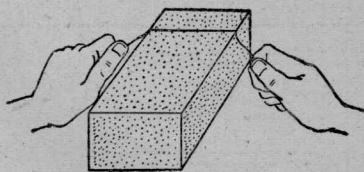

图6 用铁丝切割粘土块
3. 将揉和以后的粘土放在木架里，将它压结实，用细铁丝除去突起在木架上面的多余的粘土，做成方块。再用细铁丝切割成砖块或薄片(图 6)；把薄片弯曲成瓦片形。为了便于放到家用的炉灶中烧炼，砖坯和瓦片坯不宜做得太大。